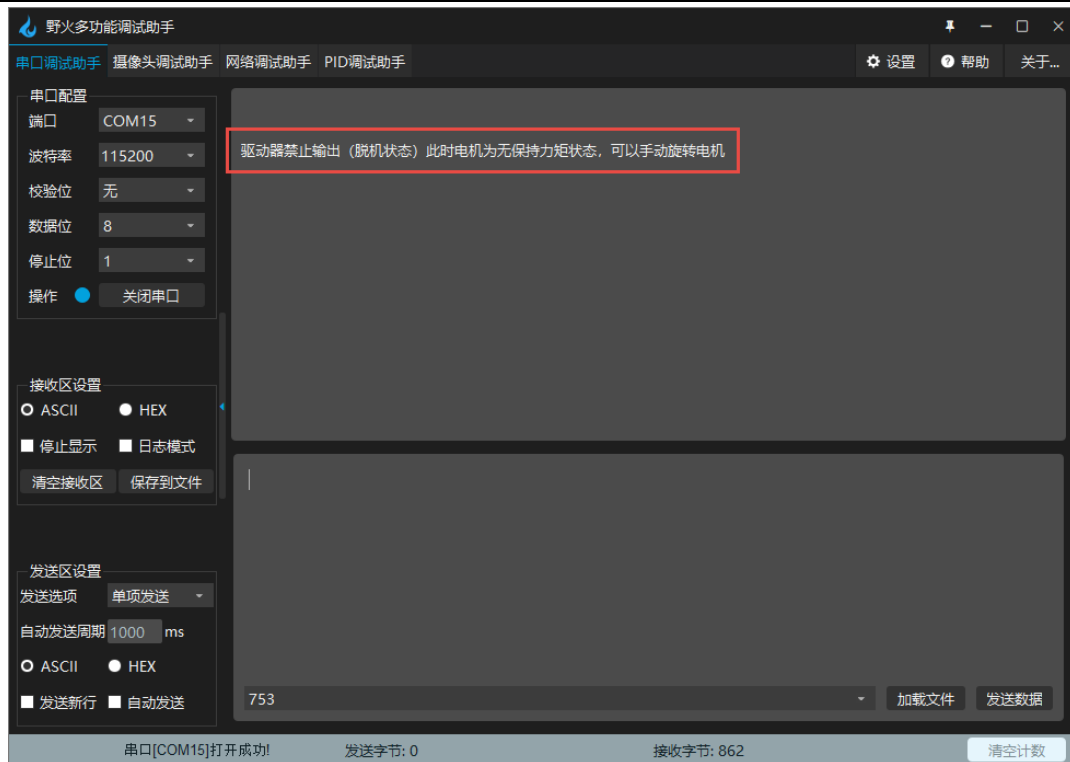

图 2-14 串口终端打印脱机状态信息
- ❑ KEY1, 在电机上电工作的时候, 如果我们需要手动旋转步进电机, 只需要步进电机停止转动后, 我们按下按键 KEY1, 进入脱机状态, 此时我们可以手动去调整步进电机, 串口打印信息见图 2-14。